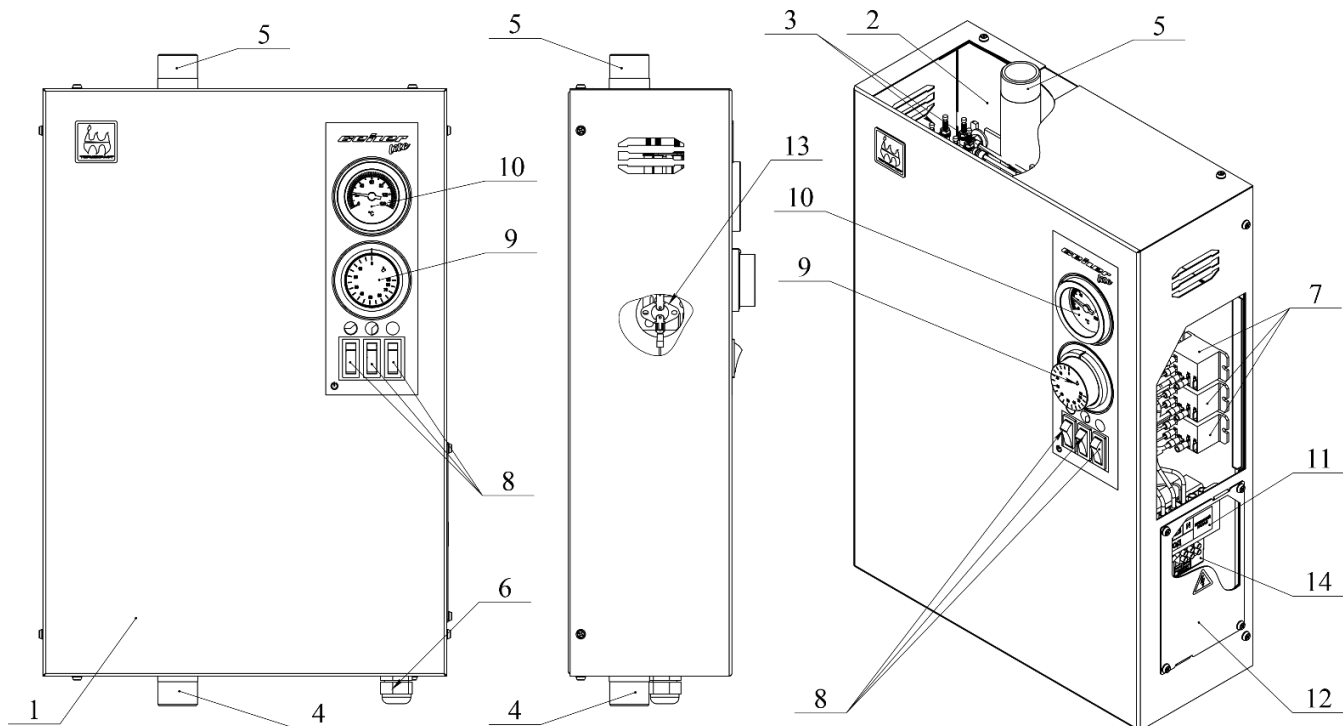
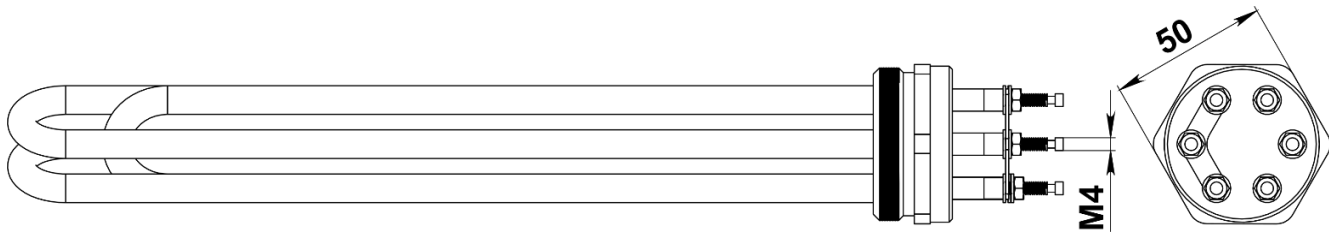

Рис. 2 Устройство водонагревателя
Рис. 3 Блок трубчатых электронагревателей (ТЭНб)
Внутренний корпус электроводонагревателя представляет собой стальной резервуар, обернутый теплоизоляционным материалом, с подающим и обратным патрубками (Рис.2 поз. 4,5), предназначенными для присоединения котла к системе отопления.
Сверху к резервуару приварены муфты, куда на резьбе вкручены два блока трубчатых электронагревателей (ТЭНы) (Рис.2 поз. 3). Блок ТЭНов (Рис. 3) предназначены для нагрева теплоносителя в системе отопления. ТЭНБ представляет собой фланец с наружной резьбой, в который
Снаружи корпус котла закрыт декоративным кожухом (Рис. 2 поз. 1). В верхней части внутреннего корпуса котла находится биметаллический термоограничитель (Рис. 2 поз. 13), который отключает нагрев и предотвращает закипание теплоносителя при аварийных ситуациях, связанных с отказом терморегулятора и настроен на температуру 95°С. При остывании термоограничитель возвращается в рабочее положение.
В верхней части электроводонагревателя на панели котла смонтирован блок управления. В нем установлены клавишные выключатели (Рис.2 поз. 8), электромагнитные реле (Рис.2 поз. 7), капиллярный термометр (Рис.2 поз. 10) и терморегулятор (Рис.2 поз. 9), управляющий работой котла.
Отсек монтажной колодки расположен сбоку в нижней части котла. В данном отсеке производится подключение электроводонагревателя к питающей сети. Для подключения к сети не нужно разбирать корпус котла, достаточно снять лючок отсека подключений (Рис. 2 поз. 12).
При включении первого клавишного выключателя (Рис. 2 поз.8) в положение «ВКЛ» подается питание на электромагнитное реле - подключается первая ступень мощности блока ТЭНов (Рис. 2 поз. 3).
В дополнительной колодке предусмотрено подключение циркуляционного насоса (Рис.2 поз. 14). Насос может работать в двух режимах:
- Снять лючок отсека подключений (Рис.2 поз. 12), предварительно выкрутив винты крепления;